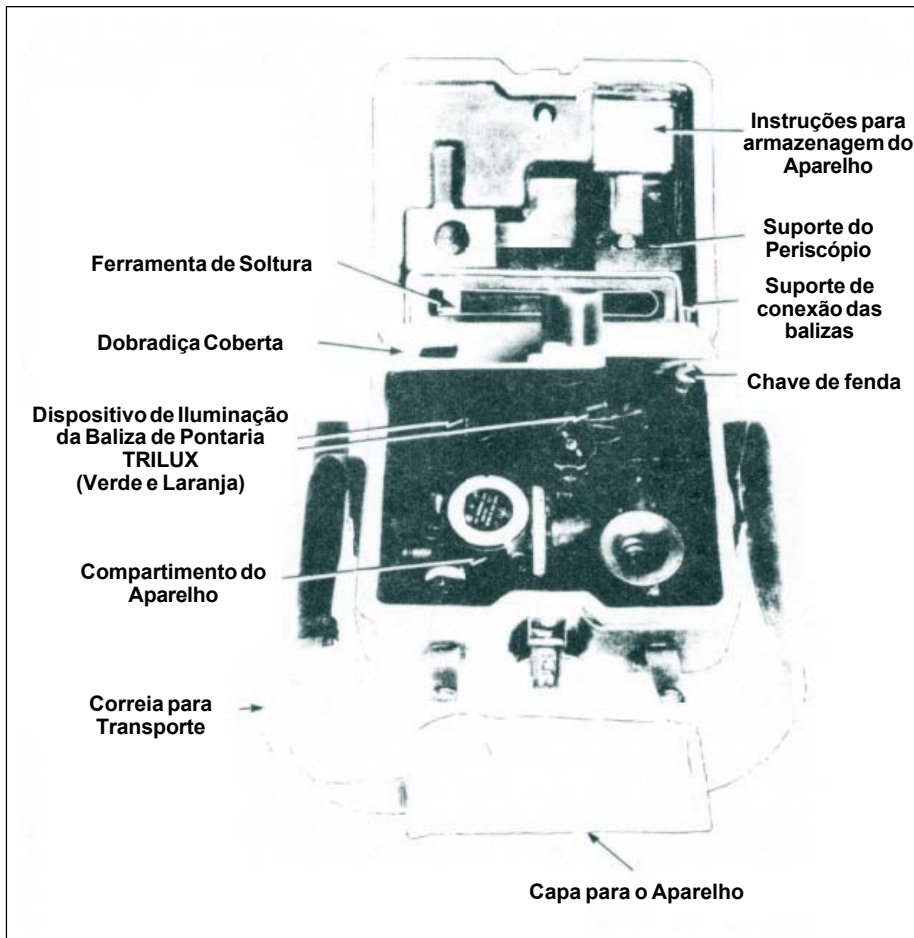

Fig 1-15. Estojo do aparelho de Pontaria C2 TRILUX
a. O aparelho é armazenado em um estojo de plástico, dotado de uma alça para transporte. A tampa é segura em sua posição por dois botões e um fecho (Fig 1-15).